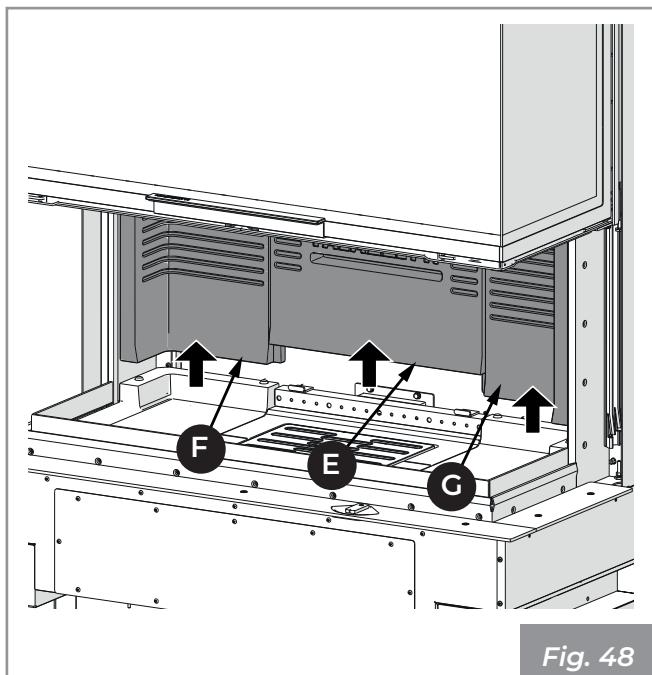

Fig. 48
- 4) Sollevare ed estrarre nell'ordine lo schienale in refrattario centrale (E) e poi quelli laterali (F, G) (Fig. 48).